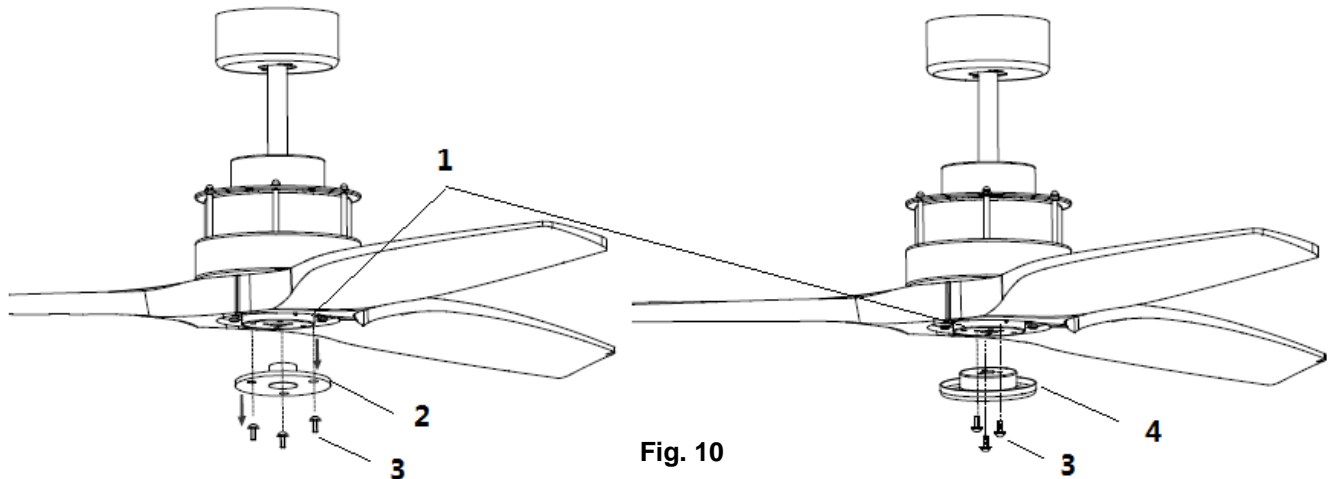

Fig. 10
- Retirez l'adaptateur de la couverture inférieure (2) du boîtier de kit d'éclairage (1) en desserrant les 3 vis (3). Fig.10
- Installez l'adaptateur de kit d'éclairage (4) au boîtier du kit d'éclairage (1) à l'aide des 3 vis (3). Fig.10